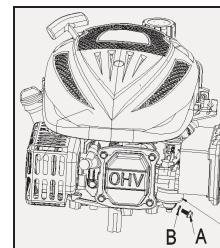
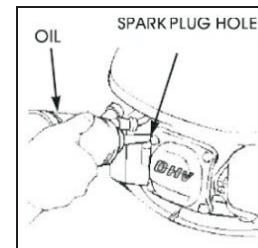

Fig. 13A
Fig. 13B
3. Tras haber drenado todo el combustible al recipiente, vuelva a colocar el tornillo de drenaje y la arandela. Apriete firmemente el tornillo de drenaje (consulte las Fig. 13A y Fig. 13B).